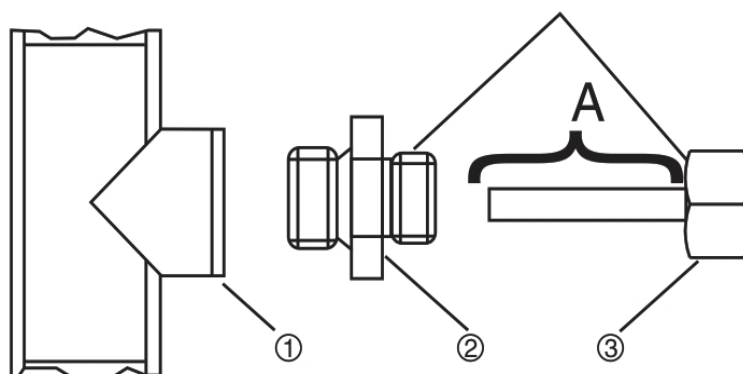

Рис. 4
1. Чтобы плавно завинтить гайку, нанесите смазочный материал на гайку ③ и резьбу. (Рис.4)
2. Прикрутите подходящий переходник ② к месту соединения ①. (Рис.4)
3. Вставьте датчик в переходник и затем закрутите гайку ③. Максимальный крутящий момент завинчивания: 50 Нм. (Рис.4)